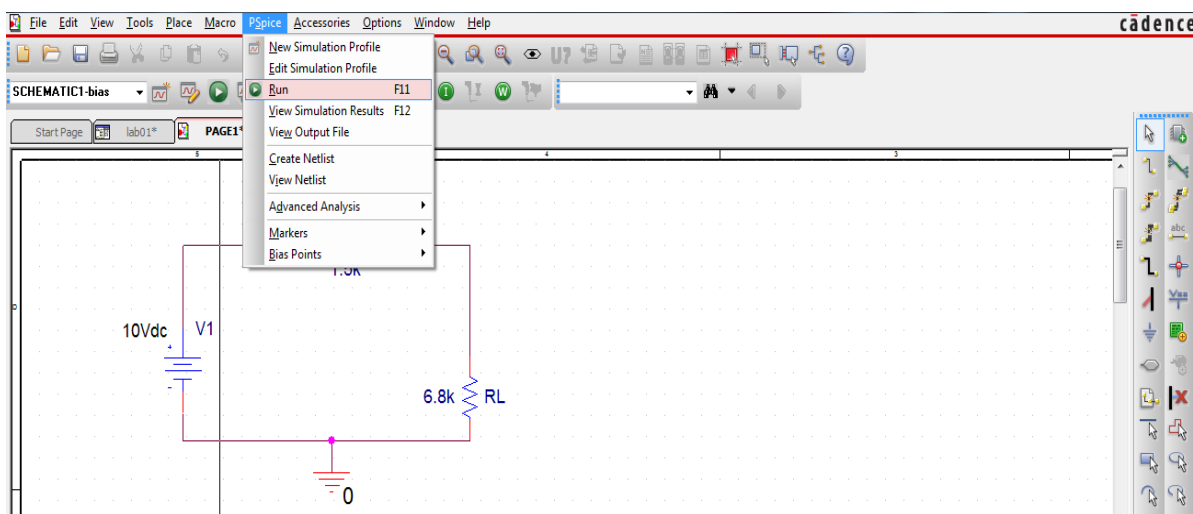

Рисунок 2.2 – Меню *PSpice*
2. Відкрийте меню *PSpice* і запустіть процес моделювання, натиснувши мишею на рядок *Run* або натиснувши клавішу *F11* (Запустити) (рис. 2.2).